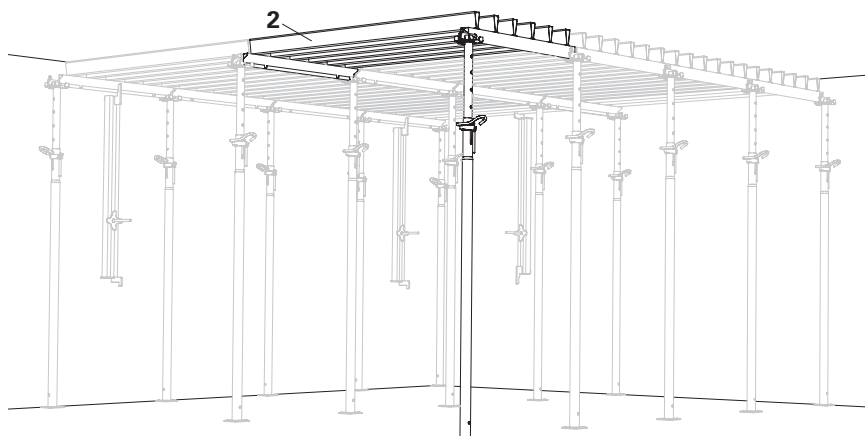

Fig. A4.14
- Il processo di armo prosegue con l'elemento standard GFP (2) fino alla compensazione. (Fig. A4.14)
- Installare i puntelli finali (1) sull'elemento standard GFP (bianco) in posizione sfalsata di fronte alla compensazione di larghezza (vedere Compensazioni A5).